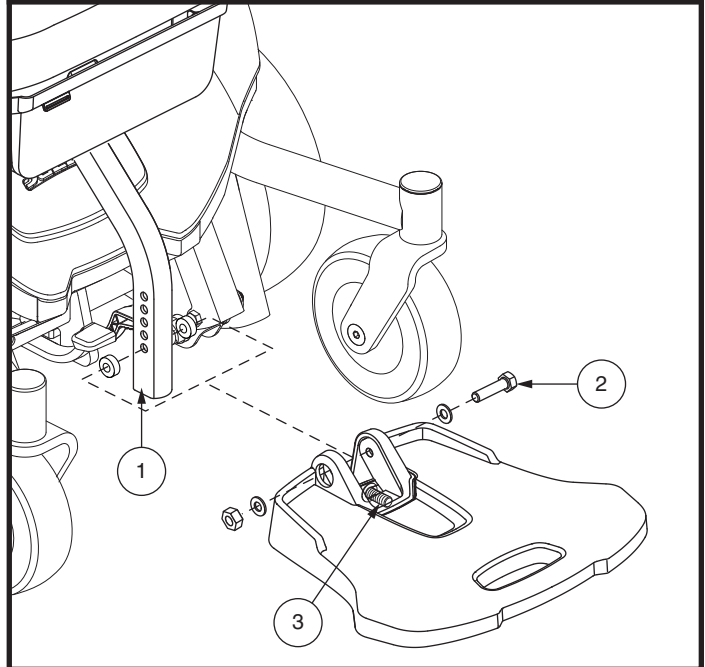

Figura 13. Ajuste del reposapiés
1. Retire los tornillos del soporte del reposapiés. Ver figura 13.
Puede ajustar el ángulo del reposapiés. Ver figura 13.